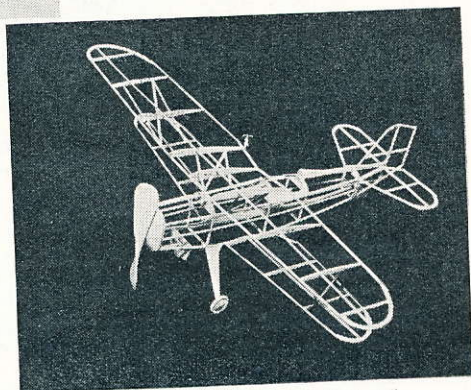

Fig. 16.
- II. *Skalamodeller*. Även dessa är miniatyrer i skala av riktiga flygmaskiner, men de är inte massiva utan byggnadssättet överensstämmer mer eller mindre med förebilden (fig. 16).